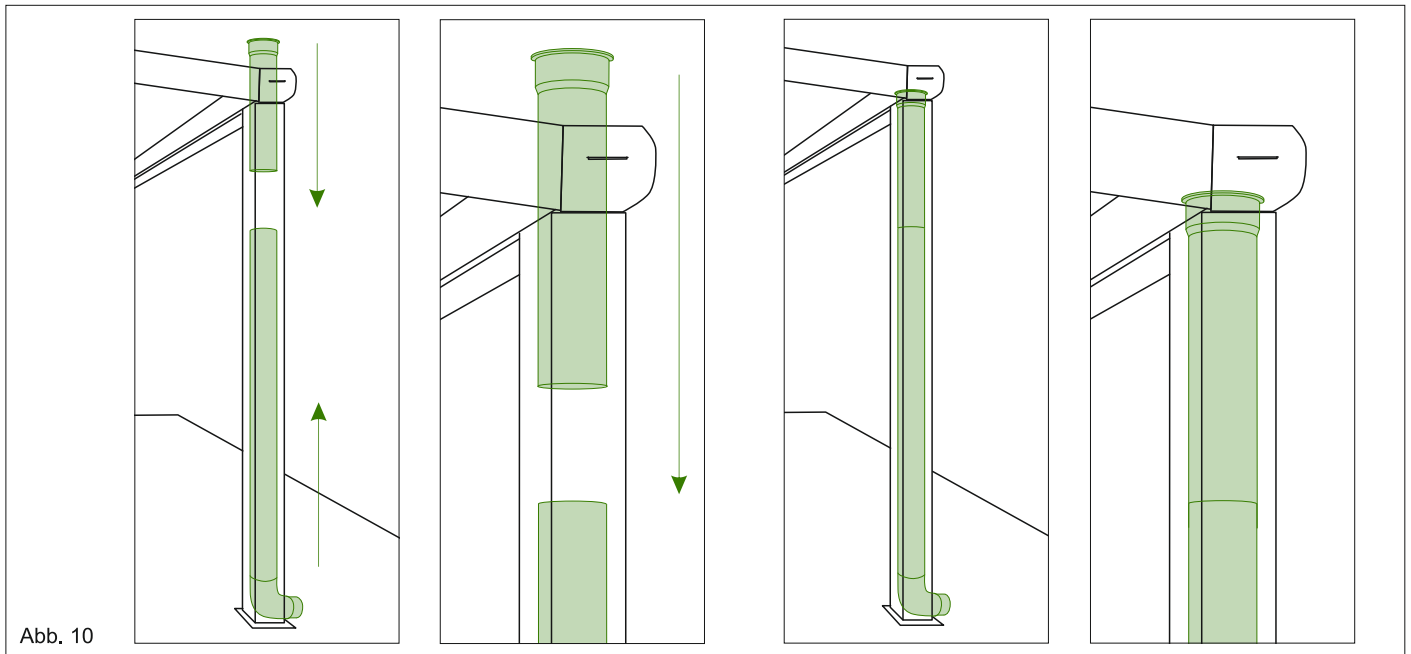

Abb. 10
5. Achten Sie bitte darauf, dass die Neigung der Randsparren genau 8° beträgt. Handelsübliche Digitale Winkelmesser erleichtern Ihnen die Handhabung. Siehe Abb. 10.
A) B) 8. 2. Setzen Sie das bereits vorbereitete HT-Rohr von oben, durch die in der Rinne vorgefertigten 90mm Ausschnitt in den Pfosten und verbinden Sie die beiden HT-Rohre in dem Pfosten zusammen. Hier muss man mit zwei Personen arbeiten, und die HT-Rohre in einander reinschieben. HT-Rohr soll an der Rinnenöffnung mit breitem Ende hängen bleiben und nicht in den Pfosten gelangen. Siehe Abb. 10.